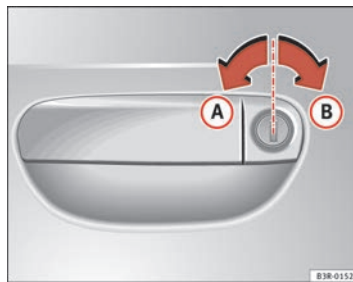

Abb. 70 Schlüsseldrehungen zum Öffnen und Schließen
- Drehen Sie den Schlüssel im Schloss der Fahrertür in Öffnungsstellung (A) ⇒ Abb. 70 nach links.
- Drehen Sie den Schlüssel im Schloss der Fahrertür in Schließstellung (B) ⇒ Abb. 70 nach rechts ⇒ .
Drehen Sie hierzu den Schlüssel im Schloss der Fahrertür **zweimal** hintereinander in kurzer Folge in Schließstellung **(B)** ⇒ Seite 102, Abb. 70.